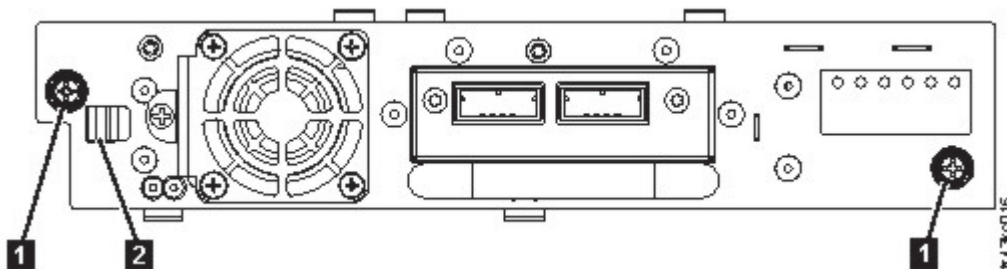

Figure 62. Déverrouillage de l'unité
- Dévissez les vis moletées captives bleues (**1** dans la Figure 62) sur l'unité de bande. Appuyez sur le levier de verrouillage (**2** Figure 62) situé à droite et tirez sur la poignée de l'unité de bande tout en soutenant le bas de l'unité afin de la retirer de l'unité.